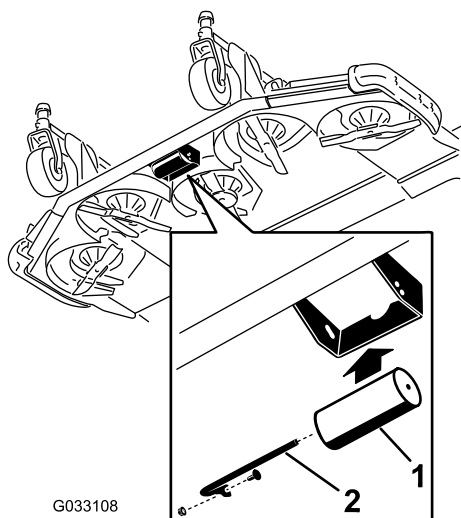

Figure 42
2. Placez le galet en face des trous supérieurs et fixez l'axe avec la vis et l'écrou (Figure 42).